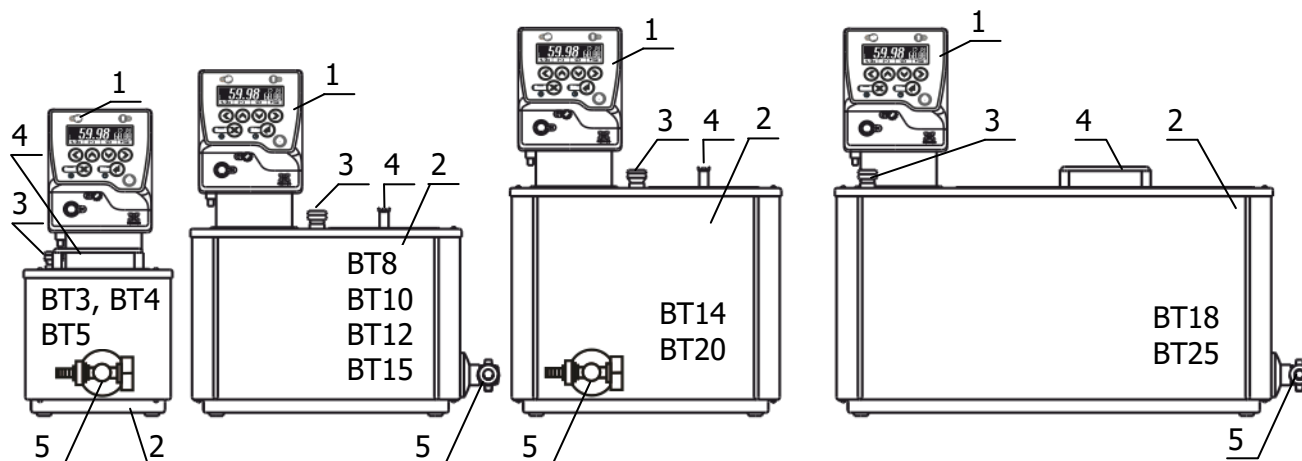

Рисунок 1 — Внешний вид термостатов ВТ
1.4.2 Термостаты ВТ состоят из (рисунок 1):